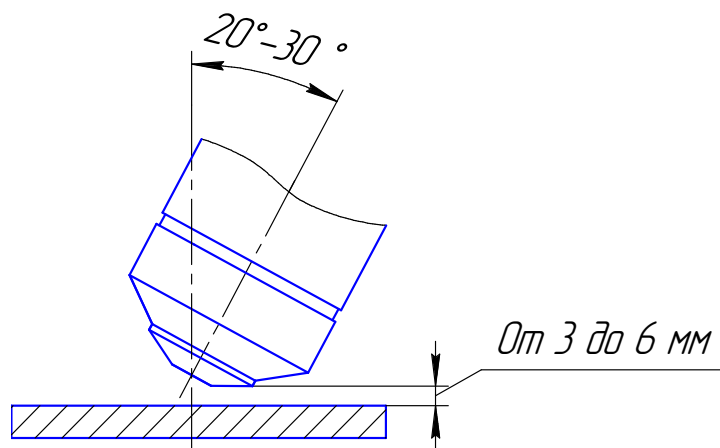

Рисунок 14
2.3.3 Установить резак под необходимым углом к линии реза, а также выставить зазор между трубой и соплом от 3 до 6 мм (рисунок 14).